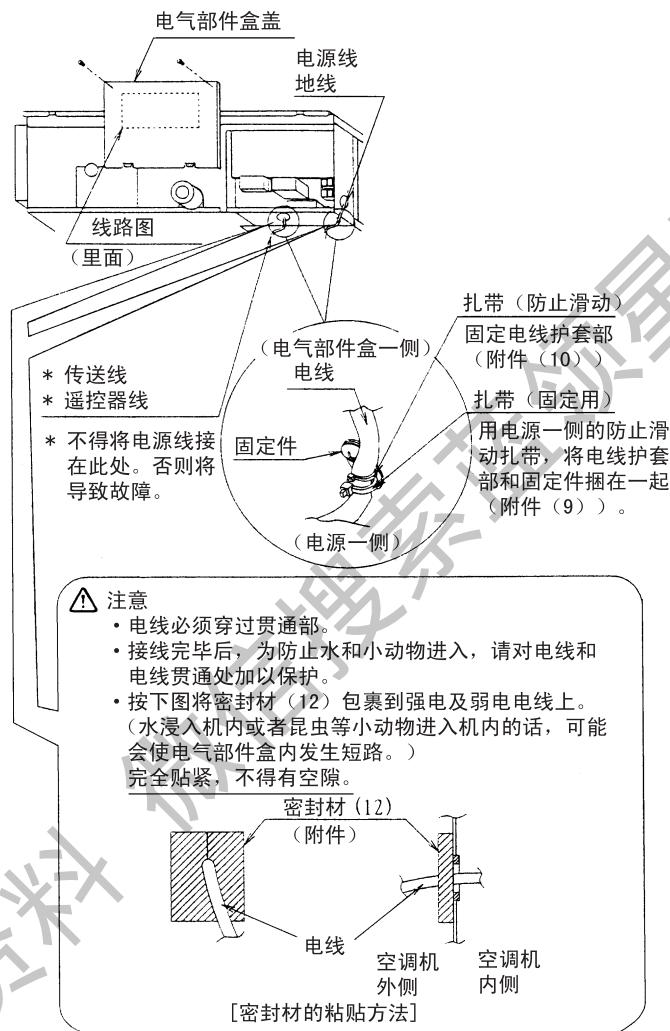

图14
- 请如图 14 所示，打开电气部件盒盖后再接线。
(请参看图 14)
- 固定电线时要注意, 请按图 14 所示方法用扎带 (9)、(10) 夹紧, 以使连接部不受牵拉。